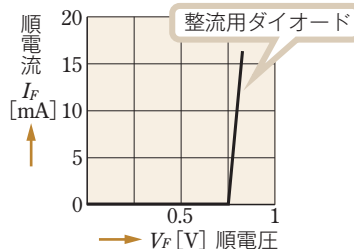

図10 測定結果のグラフ
- 3 測定したデータをもとに、図10のように順電圧と順電流の関係をグラフにする。